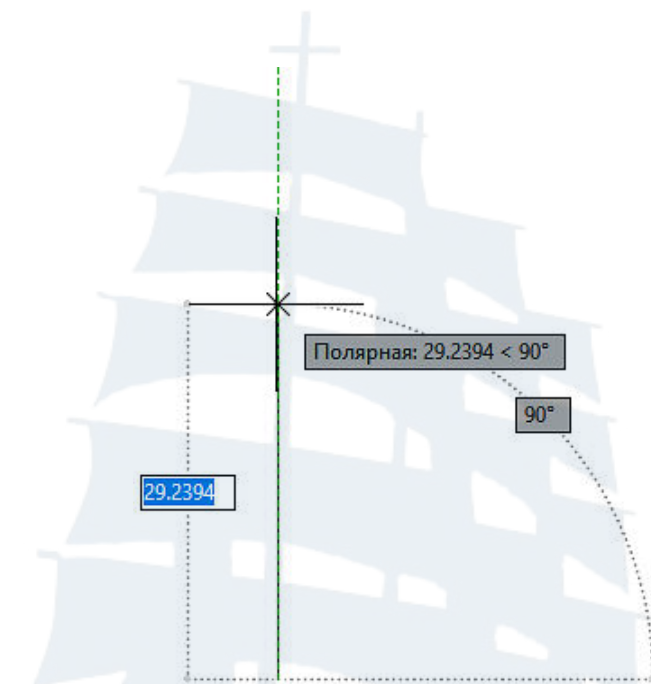
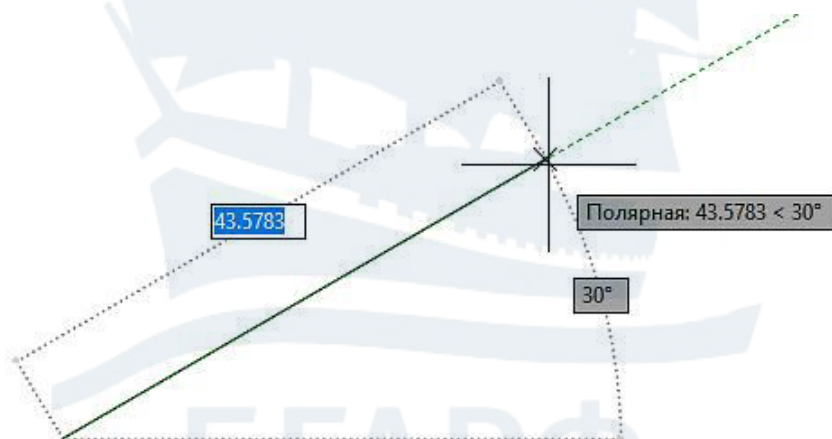

Рис. 48
Рис. 49
По умолчанию в AutoCAD отслеживаются только углы, кратные 90° ($90^\circ, 180^\circ, 270^\circ$). На рис. 48 показано, как система при построении отрезка с помощью пунктирной линии отслеживает угол 90° . Можно настроить систему на отслеживание других углов, например, кратных 30° (рис. 49).
– подвести курсор к кнопке  **ОТС-ПОЛЯР**, правой кнопкой вызвать контекстное меню и выбрать **Включено** (рис. 49).